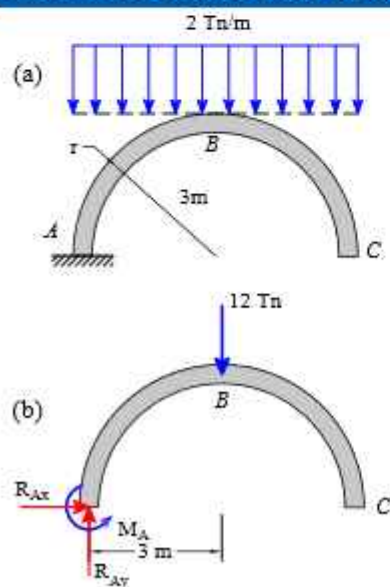

Figura 2.79
Paso ①: Diagrama de cuerpo libre (D.C.L.), del cuerpo rígido como se muestra en la figura 2.79 (b).